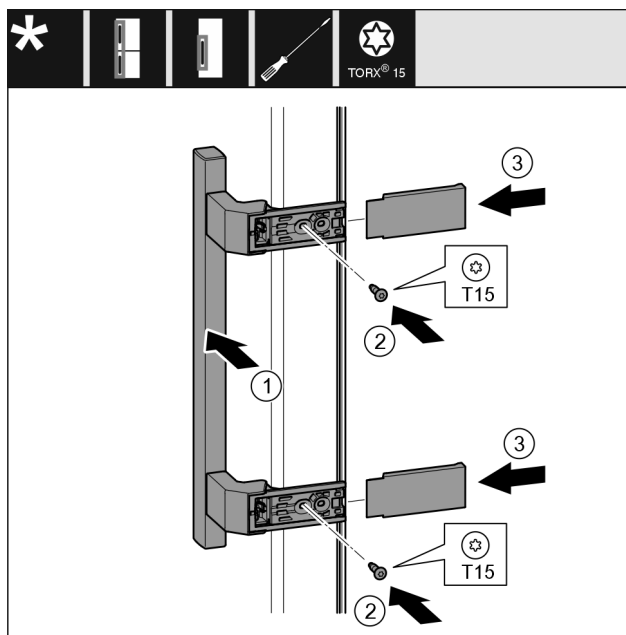

Fig. 11
- Aplicați și fixați mânerul pe partea opusă. Fig. 11 (1)
- Înșurubați ferm șuruburile cu șurubelnița T15. Fig. 11 (2)
- Aplicați lateral și împingeți capacele. Fig. 11 (3)